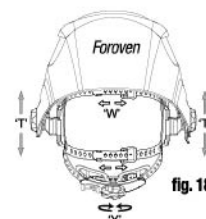

fig. 18
Hovedstroppens samlede omkreds kan gøres større eller mindre ved at dreje knoppen på bagsiden af hovedstroppen (se justering "Y" på fig. 18). Dette kan gøres, mens man har hjelmen på, og gør det muligt præcis at indstille den korrekte spænding til at holde hjelmen fast på hovedet, uden at den bliver for stram.
• Hvis hovedstroppen sidder for højt eller for lavt på dit hoved, justeres stroppen, der ligger hen over toppen af dit hoved. Det gøres ved at løse enden af stroppen ved at skubbe låsestiften ud af hullet i stroppen. Skub stroppens to dele til en større eller mindre bredde efter behov, og skub låsestiften gennem det nærmeste hul (se justering "W" på fig. 18).